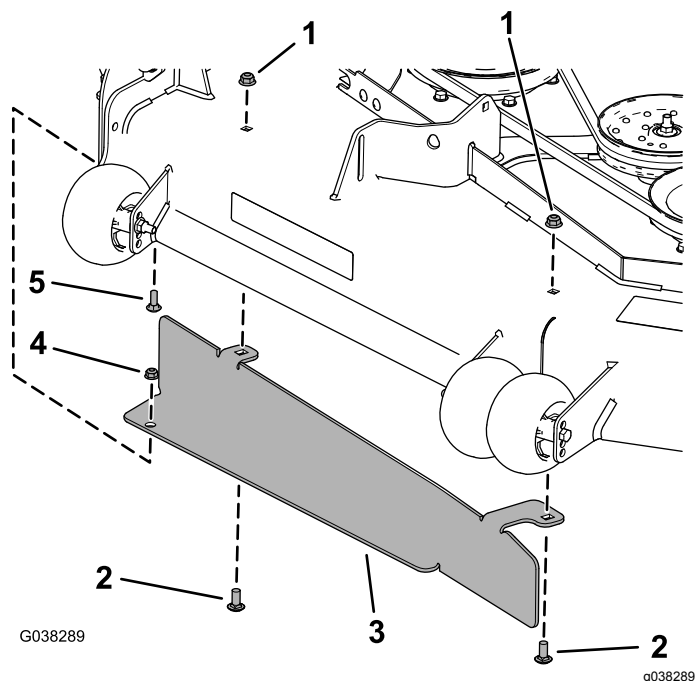

Figura 16
- Instale el deflector usando el perno de cuello cuadrado ($\frac{5}{16}$ " x $\frac{7}{8}$ "), la tuerca con arandela prensada ($\frac{5}{16}$ "), 2 pernos de cuello cuadrado ($\frac{3}{8}$ " x $\frac{7}{8}$ ") y 2 tuercas con arandela prensada ($\frac{3}{8}$ "), según se muestra en Figura 16.